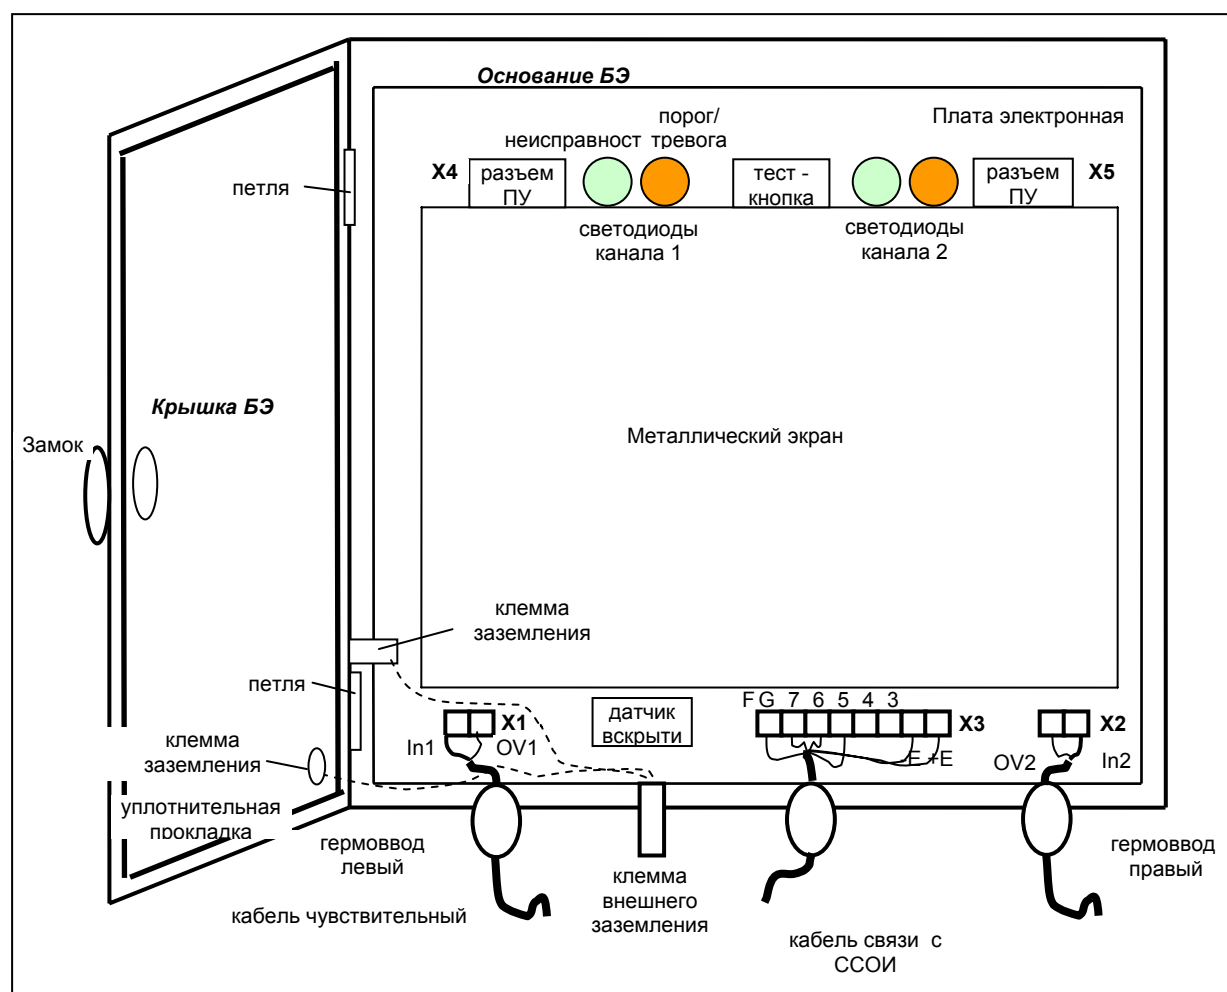

Рисунок 2.2. Блок электронный (вид внутреннего объема)
Конструктивно БЭ выполнен в герметичном корпусе, состоящем из двух частей: основания и крышки (рис. 2.2.). Крышка поворачивается относительно основания на двух петлях; плотное прилегание к основанию и герметизация внутреннего объема БЭ обеспечивается с помощью уплотнительной прокладки, расположенной на крышке. Крышка фиксируется с помощью механического замка, открываемого специальным ключом, входящим в состав корпуса БЭ. На крышке имеется винтовая (М6) клемма заземления, с помощью которой обеспечивается гальванический контакт всей металлической массы корпуса.
В нижней части платы электронной (вблизи гермовводов) расположены (рис. 2.2.):
В верхней части платы электронной расположены (рис. 2.2.):
2.1.2.4. Подключить БЭ к источнику напряжения 10...30 В постоянного тока. При этом светодиодные индикаторы **«Порог/Тревога»** и **«Неисправность»** (рис. 2.2.) могут засветиться на непродолжительное время. Окончание свечения индикаторов по прошествии 40 с момента подачи питания будет косвенно свидетельствовать о правильности монтажа КЧЭ и готовности изделия к проверке его функционирования.
Если индикаторы **«Неисправность»** (рис. 2.2.) за это время не погаснут, то это свидетельствует о неисправности КЧЭ. Поиск и устранение неисправности производится в соответствии с разделом настоящего РЭ.
- 2.2.1.3. Не ранее, чем через 1 мин после подачи питания на БЭ, нажать и отпустить кнопку «TEST» на плате БЭ. Наблюдать кратковременное (в интервале 1...5 с) свечение светодиодов «Порог/Тревога». С помощью мультиметра убедиться в размыкании (на это время) выходных контактов «3», «4» и «6», «7» колодки «X3» на плате БЭ (рис. 2.2.).
- 2.2.1.5. Отсоединить от колодки «X1» и «X2» любой оконечный проводник чувствительного кабеля (центральный или экран). Наблюдать непрерывное свечение светодиодов «Неисправность». С помощью мультиметра убедиться в размыкании выходных контактов «3», «4» и «6», «7» колодки «X3» (рис. 2.2.).
- 2.2.1.6. Закоротить проводником -перемычкой или металлическим предметом (например, пинцетом) контакты колодки «X1», «X2». Наблюдать непрерывное свечение светодиодов «Неисправность». С помощью мультиметра убедиться в размыкании выходных контактов «3», «4» и «6», «7» колодки «X3» (рис. 2.2.).
- 2.2.1.7. Отсоединить от колодки «X3» любой проводник питания. С помощью мультиметра убедиться в размыкании выходных контактов «3», «4» и «6», «7» колодки «X3» (рис. 2.2.).